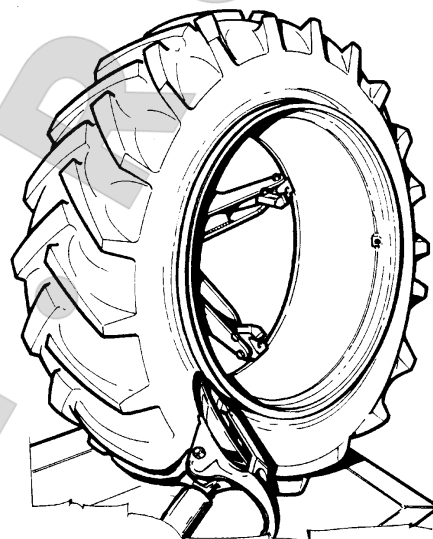

Рис.43
- Демонтируйте внешний борт аналогичным образом, следя за тем, чтобы не повредить золотниковый шток (Рис. 43).